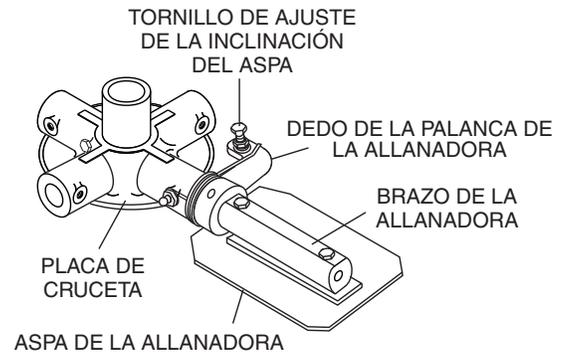

**Figura 47. Limpieza del supresor de chispas**
4. Retire con cuidado los restos de carbón de la pantalla del supresor de chispas (Figura 47) con un cepillo de alambre.